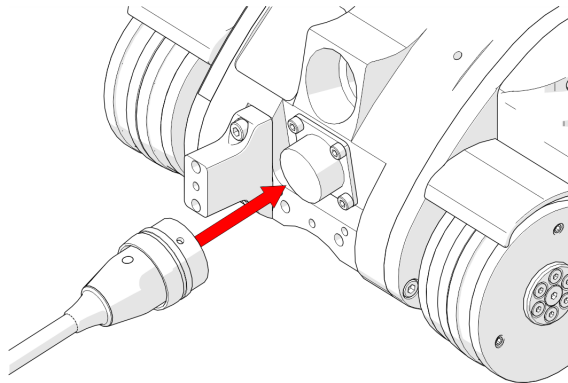

Abbildung 2-11 Anschluss an die Versorgungsleitung
1. Richten Sie die Stifte der Versorgungsleitung auf den Anschluss an der Rückseite des MapROVER aus (siehe Abbildung 2-11 auf Seite 54).